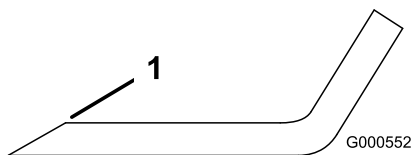

Рисунок 66
1. Заточите напильником режущую кромку на обоих концах ножа (Рисунок 66).
**Примечание:** Если нож не сбалансирован, удалите некоторое количество металла только с конца области загиба (Рисунок 66).